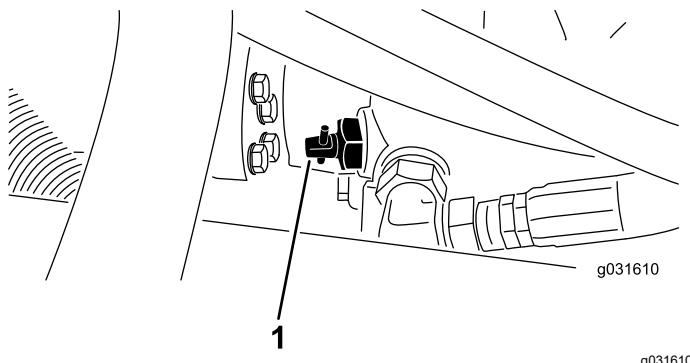

Figura 29
1. Localice la válvula de desvío en la bomba (Figura 29) y aflojela girándola 90° (1/4 de vuelta).